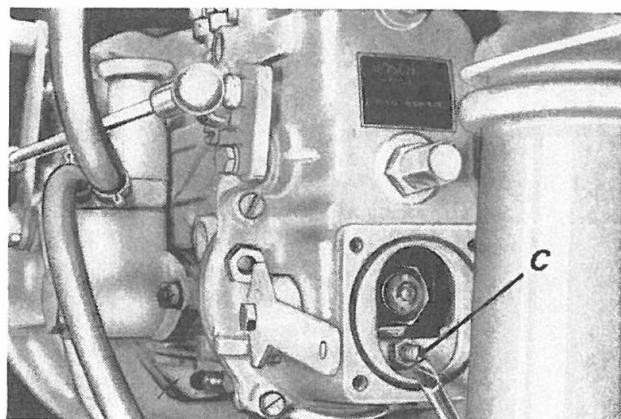

Fig. 106
This setting has to be done only with engine under load on dynamometer, and working on screw (C), (Fig. 106).
Le réglage peut s'effectuer seulement avec moteur sous charge au frein dynamométrique, en agissant sur la vis (C) (fig.106).